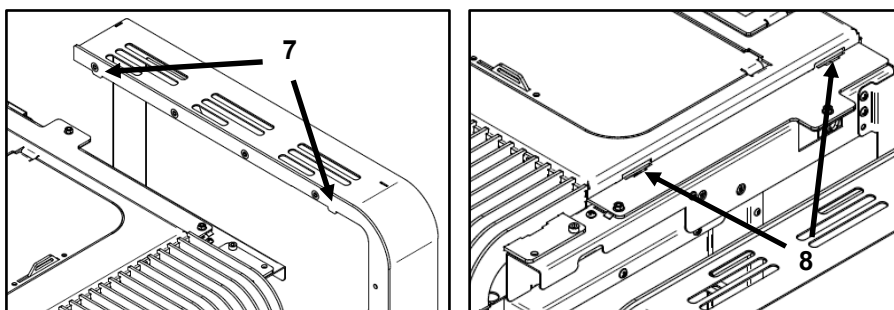

Figura 42 – Colocação das envolventes Aspen
h) No equipamento **Aspen**, encaixar primeiro os furos inferiores **5** das envolventes laterais, nos guias **6** que se encontram no fundo da máquina, depois no sentido descendente encaixar os apoios **7** nos rasgos **8**, como demonstra a Figura 42.